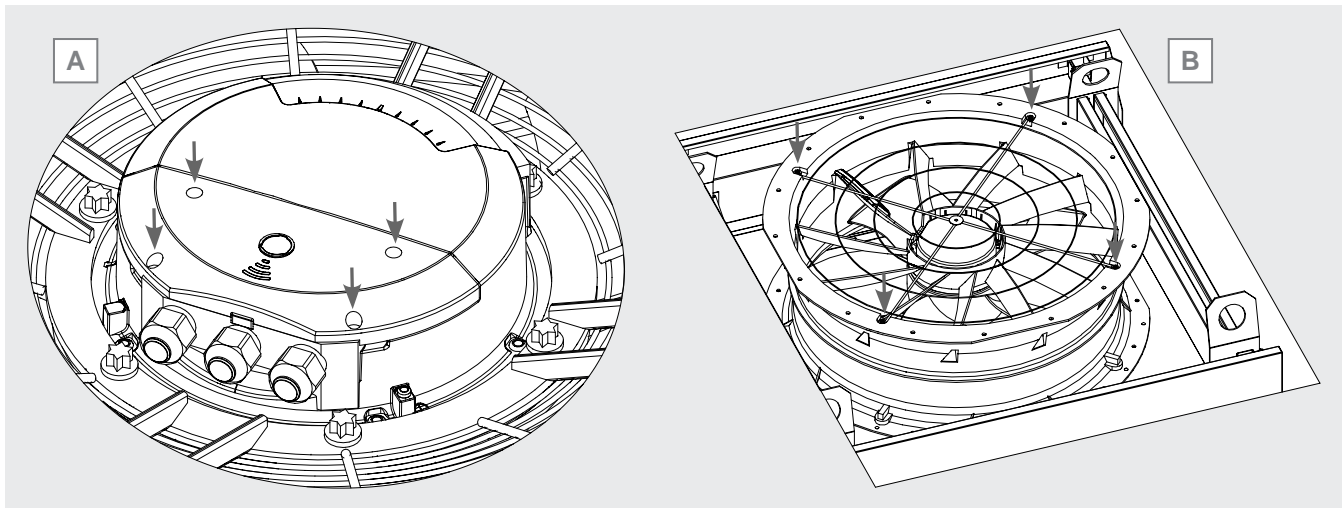

Abbildung 36
- Radial- und Planaranschluss des Motorventilatoren: Der Kasten ist normalerweise zugänglich. Lösen Sie die Schrauben, mit denen der Deckel befestigt ist, und nehmen Sie ihn ab. Bewahren Sie die Abdeckung an einem geeigneten Ort auf. Die Form, die Abmessungen und die Befestigungspunkte des Deckels variieren je nach Fabrikat und Modell des Ventilators: als Beispiel siehe Abbildung 36 A.
- Motorlüfter mit integrierter Lüfterhaube: Die Schrauben abschrauben, mit denen das Motorgitter an der Lüfterhaube befestigt ist. Siehe Abbildung 36 B. Nehmen Sie das Gitter ab und bewahren Sie es an einem geeigneten Ort auf. Suchen Sie das Motorventilator. Lösen Sie die Schrauben, mit denen die Abdeckung befestigt ist, und nehmen Sie sie ab. Bewahren Sie die Abdeckung an einem geeigneten Ort auf. Form, Größe und Befestigungspunkte der Abdeckung variieren je nach Ventilatormarke und -modell: siehe Abbildung 36 A.